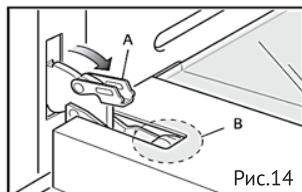

Рис.14
- Потяните на себя фиксатор «А» (рис. 14)
- Плавно закройте дверцу, до легкого упора в фиксаторы. Убедитесь, что фиксатор находится в области «В» (рис. 14 -15).
- Полностью откройте дверцу (рис. 14)